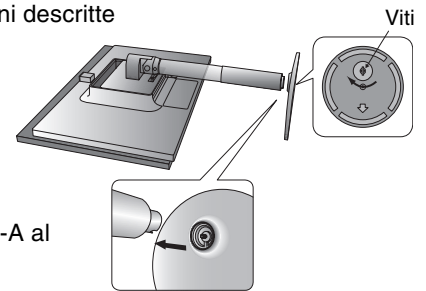

Figura 2
3. Collegare la base al supporto e ruotare completamente la vite di collegamento nella parte inferiore della base in modo che sia totalmente serrata (**Figura 2**).